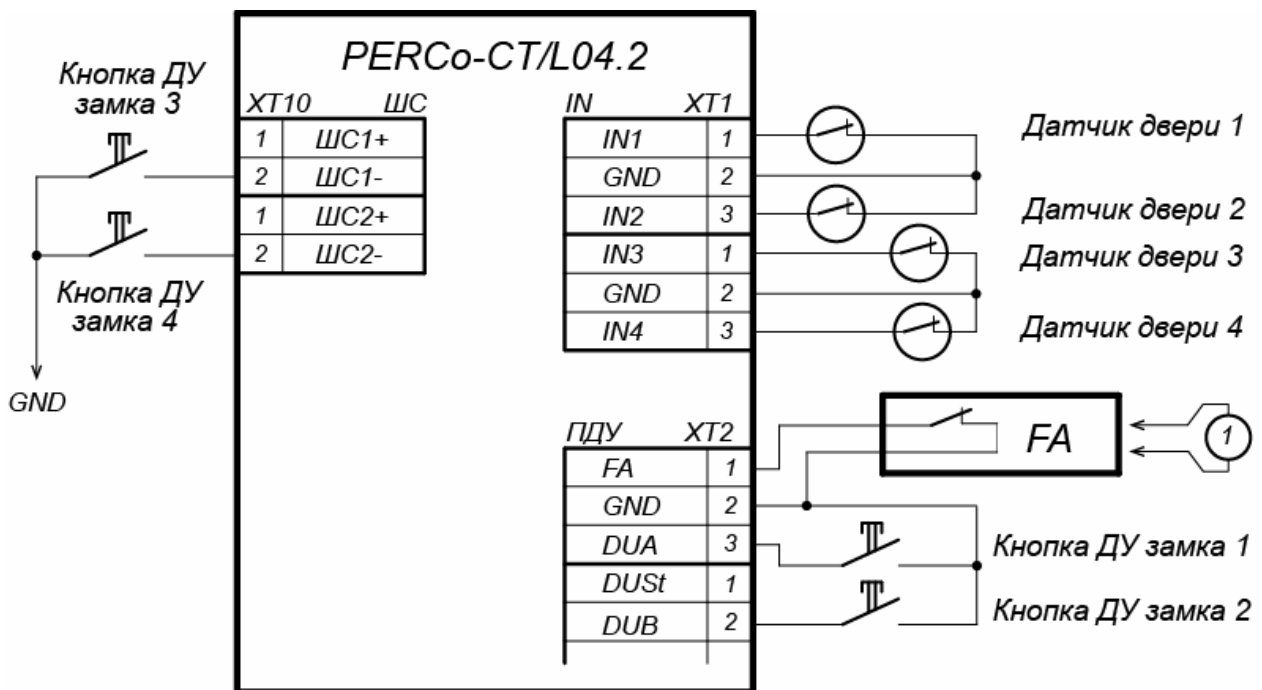

Рисунок 5. Схема подключений кнопок ДУ и датчиков двери
3. Кнопка ДУ «Выход» замка, при необходимости ее установки, подключается к клеммной колодке **XT2 (XT10)** нижней платы контроллера (см. рис. 5).
4. Датчик двери (геркон) подключается к клеммной колодке **XT1** нижней платы контроллера (см. рис. 5). Датчик двери с замком, управляемым выходом **OUT1**, подключается к входу **IN1**, выходом **OUT2** – к входу **IN2** и т. д. Датчик двери должен быть смонтирован таким образом, чтобы при закрытой двери обеспечивалось устойчивое его срабатывание.
5. Устройство аварийной разблокировки (аварийного открытия прохода) **Fire Alarm** подключается к клеммной колодке **XT2** нижней платы контроллера (при этом необходимо удалить заводскую перемычку проводом), см. рис. 5 и разд. 8.2.6.